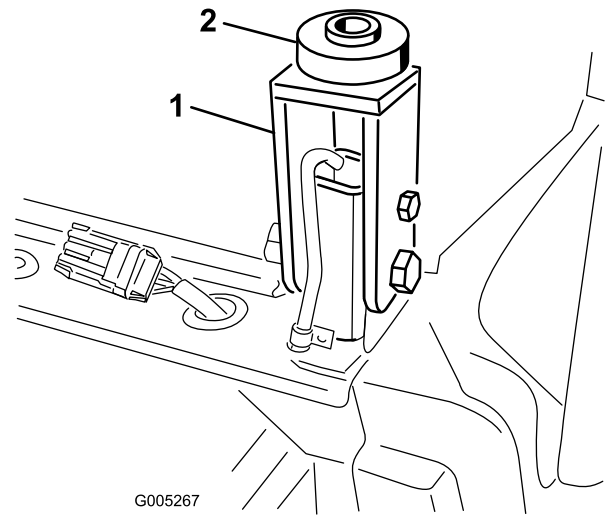

Figura 23
9. Instale un taco de goma en cada punto de montaje trasero de la cabina (Figura 23).